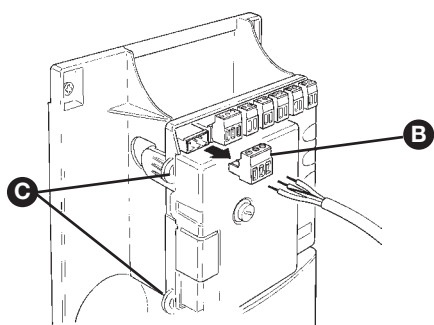

Figura 50
- Al fine di facilitare le operazioni è possibile rimuovere i morsetti [B] come visibile in figura 50; effettuare i collegamenti e poi inserirli nuovamente.